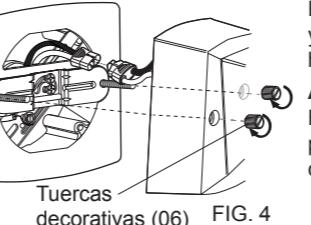

FIG. 4
5. Inserte el cable conector (04) en el enchufe de la parte posterior de la lámpara. Alinee el cuerpo de la lámpara sobre los tornillos del soporte de montaje e instale la lámpara de modo que los tornillos pasen hasta el frente de la lámpara. Fije las tuercas decorativas (06) a los tornillos y apriételas. FIG. 4
**Nota:** Si los tornillos del soporte de montaje (09) no son lo suficientemente largos para permitir ajustar las tuercas decorativas (06), entonces necesitará reemplazar el juego de tornillos cortos (09) por el juego de tornillos largos (10). Esto generalmente se debe a que la caja de unión está empotrada en la pared.